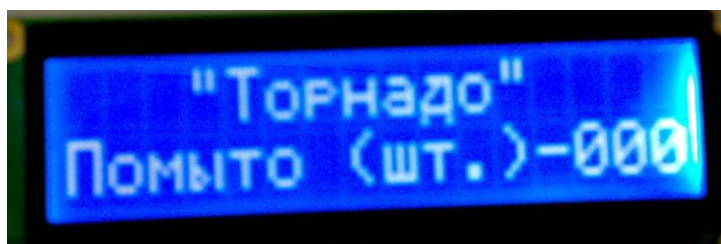

Рис. 6.2.
5.5. В ждущем режиме дисплей отображает количество помытых колес (рис.6.2). При достижении количества равного 300 колес** на экране высветится надпись: «Замените воду» и перестанут запускаться программы.